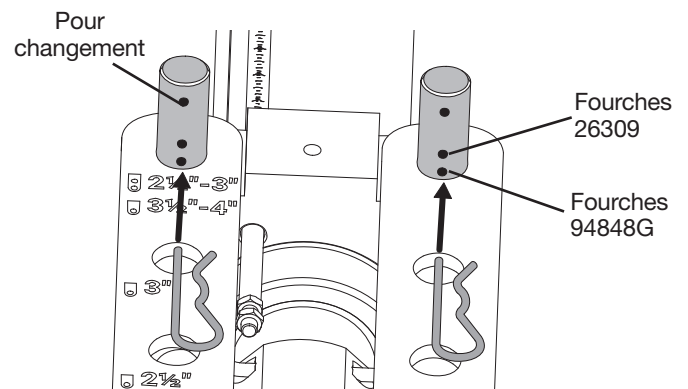

Figure 7
- Tout en maintenant la tête de goupille d'attelage serrée contre la face de la fourche de connexion, insérer l'agrafe dans le trou le plus proche de la face opposée de la fourche de connexion. Recommencer pour la deuxième goupille. (Fig. 7)
Pour passer à d'autres groupes de sabots, retirer les agrafes pour goupille d'attelage du bloc-cylindres, si nécessaire, et les introduire dans le trou le plus à l'extérieur de la goupille d'attelage (Fig. 7). Soulever la fourche de connexion suffisamment pour permettre le passage de la barre de serrage.